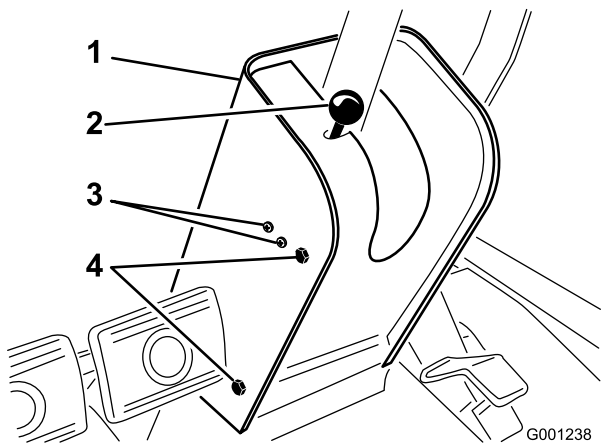

Figura 60
2. Retire el pomo de la varilla del freno de estacionamiento y retire los tornillos de la cubierta de la columna de dirección (Figura 60).
4. Afloje los tornillos y las tuercas que sujetan el interruptor del freno de estacionamiento al lado izquierdo de la columna de dirección (Figura 60).